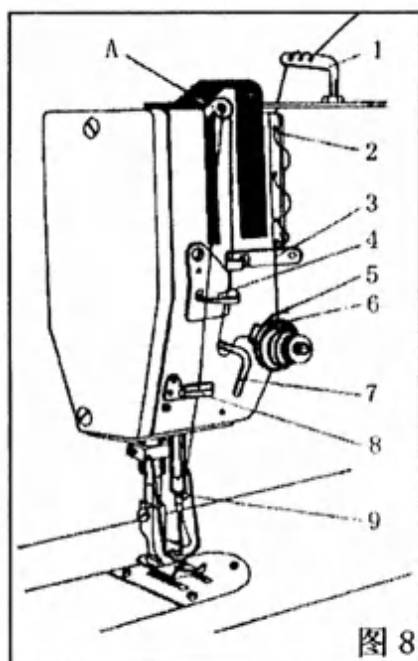

图 8
将挑线杆 A 放到最高位, 然后如图 8 所示: 从线架上拉出足够的一部分线段穿过过线架 (1) 和 (2), 然后使其穿过夹线器 (6) 和挑线簧 (5), 过线 (7)、(4) 和 (3) 到达挑线杆 A, 然后向下穿过过线 (4) 及下面的过线 (8) 到针杆处的过线 (9), 最后到机针, 从针孔前穿入到后面。